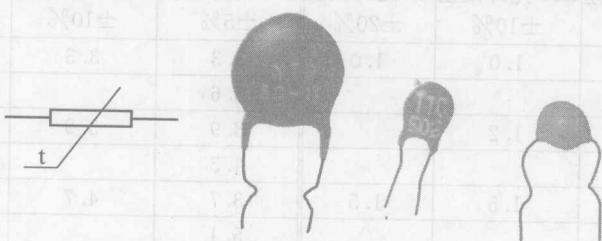

图 1-2 热敏电阻器的符号与外形图
(2) 金属膜电阻的特点是工作环境温度范围广，可在 $-55^{\circ}\text{C} \sim +125^{\circ}\text{C}$ 的温度范围内工作，温度系数小。与碳膜电阻相比金属膜电阻精度高、噪声低、稳定性好，多用于电阻阻值精度要求较高的场合，但其价格较高。
(3) 线绕电阻阻值工作稳定、精度高、噪声低、耐热性能好，可在 150°C 下正常工作，温度系数小，质轻，多用在精密仪器、大功率负载设备中，其额定功率一般都在 1W 以上。
(4) 敏感电阻器是指器件特性对温度、电压、湿度、光照、气体、磁场及压力等作用敏感的电阻器。敏感电阻器的符号是在普通电阻器的符号中加一斜线，并在旁边标注敏感电阻的类型，热敏电阻器符号与外形图如图 1-2 所示。